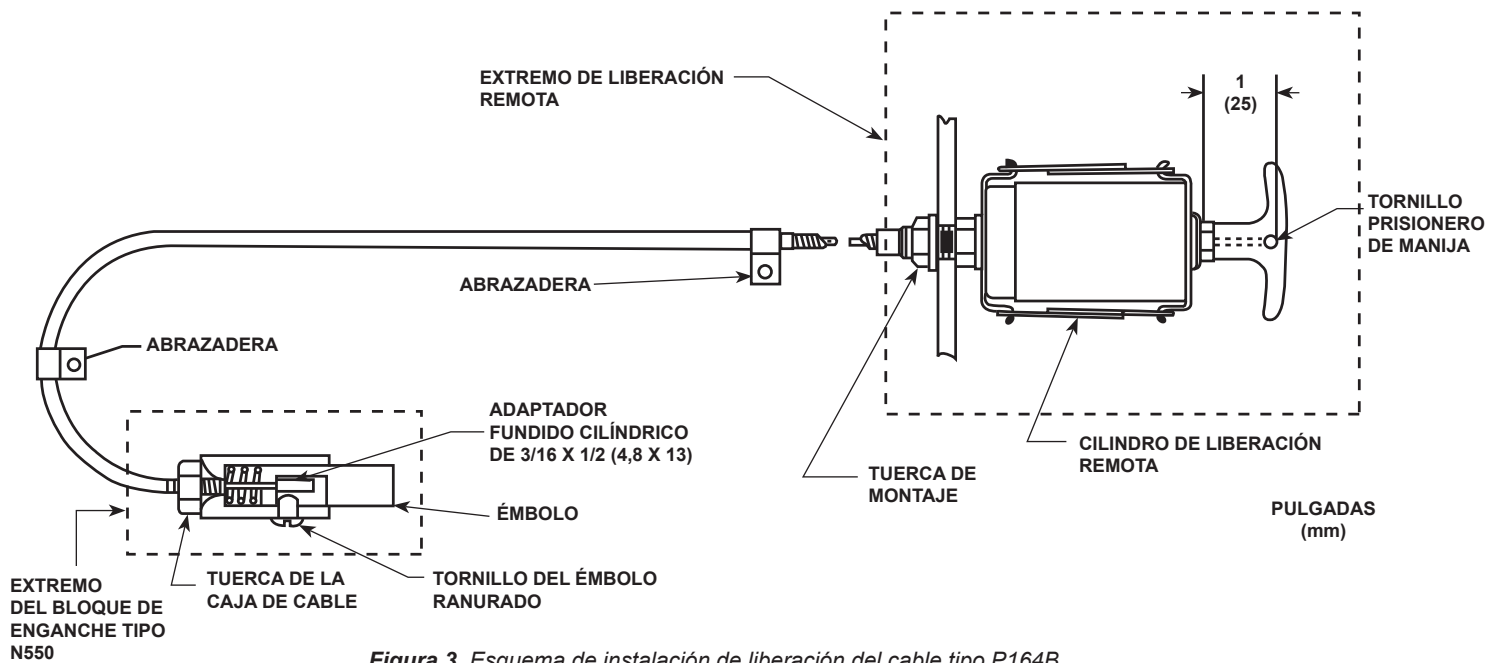

Figura 3. Esquema de instalación de liberación del cable tipo P164B
2. Si es necesario cortar el cable para que tenga una menor extensión, jale aproximadamente un pie de cable interno del extremo del cable del bloque de enganche Tipo N550 (extremo con el adaptador fundido cilíndrico de 3/16 por 1/2 pulgadas (4,8 por 13 mm); consulte la Figura 3) de la caja.
5. Suelte el tornillo ranurado, Figura 3, en el bloque de enganche de la válvula Tipo N550 hasta que el émbolo pueda jalarsse del bloque de enganche.